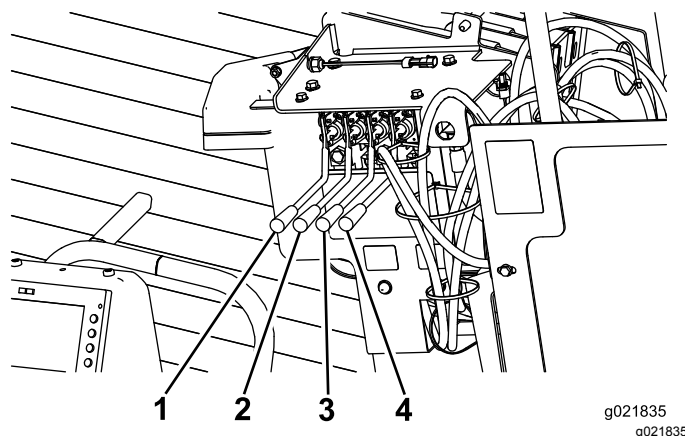

Рисунок 47
- Нажмите два рычага правых стоек для опускания правых стоек с вращением шнеков до полного погружения в грунт (**Рисунок 47**).